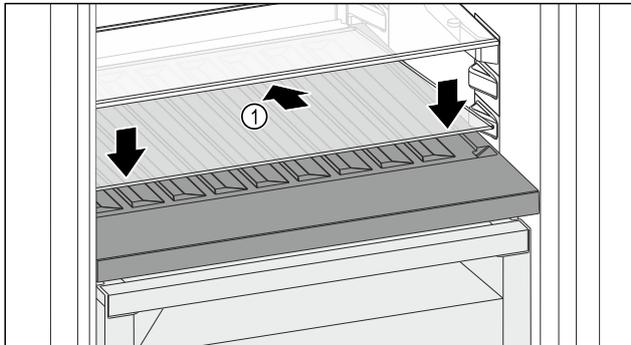

Fig. 98
- ▶ Posizionare il ripiano di vetro Fig. 98 (1) inclinato indietro e verso il basso.
- ▶ Abbassare la parte anteriore del ripiano di vetro Fig. 98 (1).